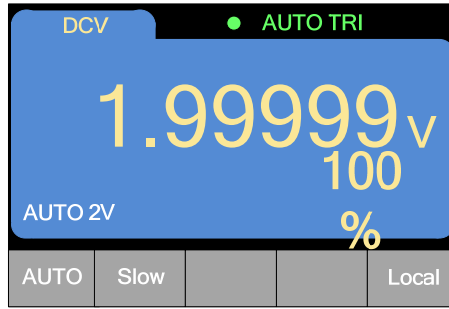

图 2.1.1 直流电压测量界面
- 1、按  选择直流电压测量功能，每次开机自动进入直流电压测量功能。直流电压测量界面如图 2.1.1 所示：